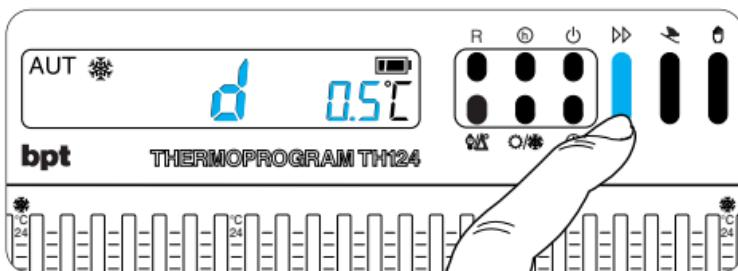

Fig. 14
4.2 - Premere il pulsante \gg (fig. 14) sino a che non si raggiunge il valore desiderato. Dopo circa 10 s o premendo il pulsante $\textcircled{\text{P}}/\Delta^\circ$ sul display vengono visualizzate l'ora e la temperatura ambiente.